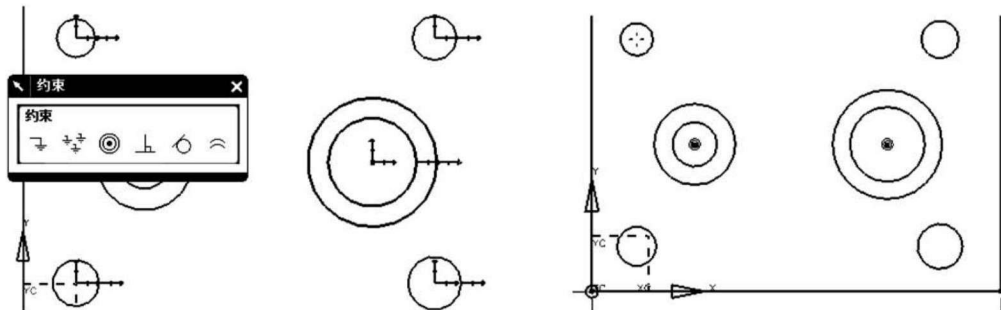

图 1.6 约束同心
(5)单击“约束”按钮,选择如图1.6所示圆形,选择“同心”按钮,单击“确定”。重复选择左侧两个圆,约束为同心。